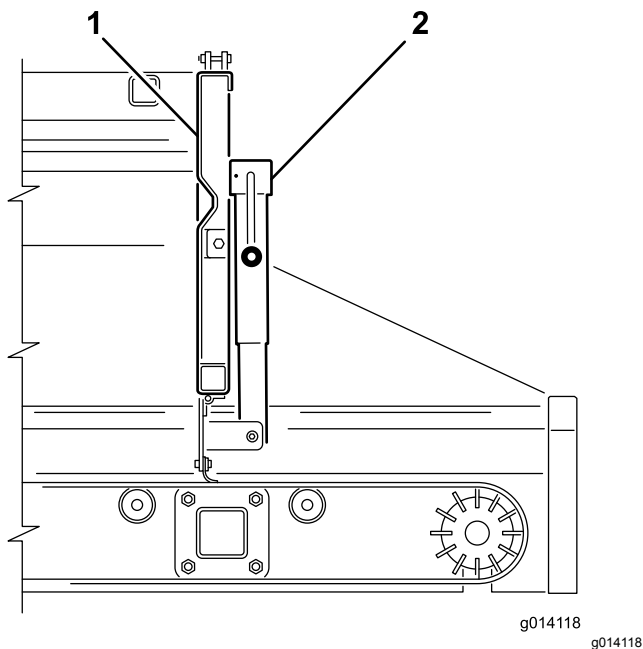
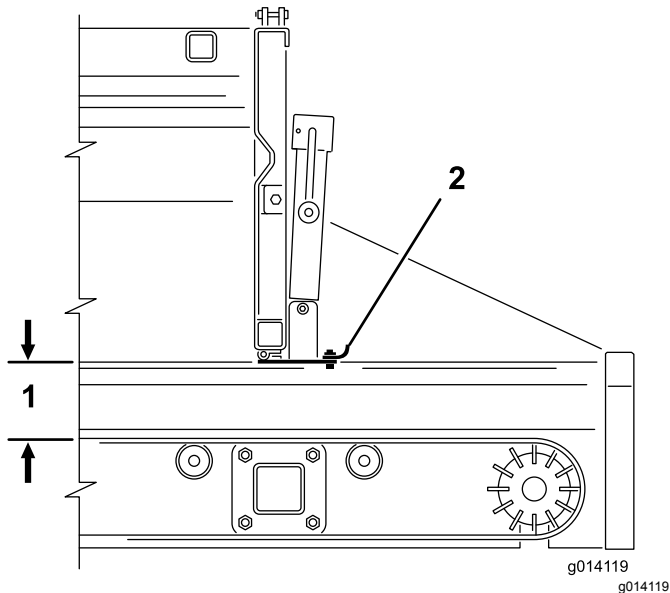

图 39
图 40
- 使用千斤顶手柄打开或关闭可调整的尾门部分图 39 和 图 40。这样在使用附件时可限制物料的流动。